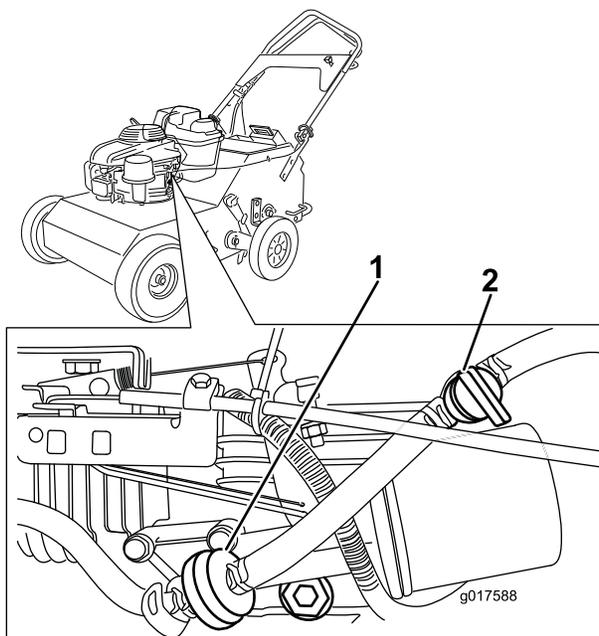

Figure 24
4. Pincez la conduite d'alimentation de chaque côté du filtre à carburant (Figure 24) pour éviter les fuites lors de la dépose du filtre.
5. Pincez les extrémités des colliers et éloignez les colliers du filtre (Figure 24).
7. Posez un filtre neuf et rapprochez les colliers de fixation du filtre (Figure 24).